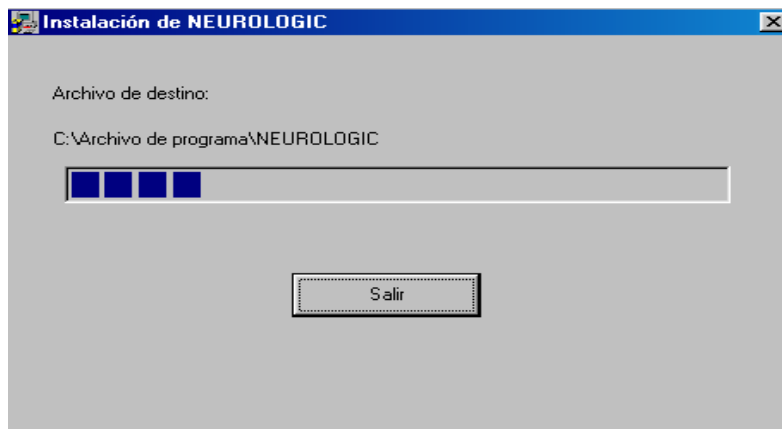

Figura 6. Ventana de fin de instalación.
Paso 6: Relaje y póngase cómodo, porque el programa de instalación empezara a copiar todos los archivos necesarios para que el FuzzyNeuralControlle funcione óptimamente. Este proceso es mostrado en la Figura 6.